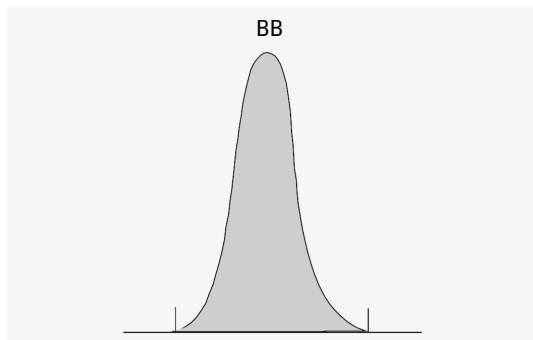

Figura 10 A medição da área para picos de linha de base para linha de base
- para os picos de linha de base para linha de base (BB), a área acima da linha de base entre o início e o fim do pico e, como na Figura 10 na página 32;